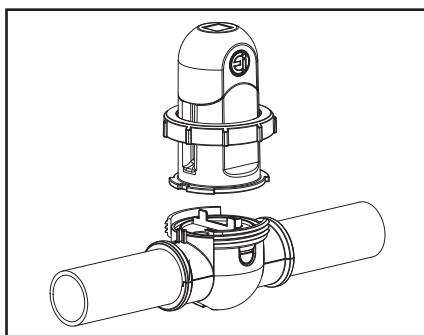

Figure 27. Enlever la cellule
6. Retirer la cellule (Voir Figure 27).